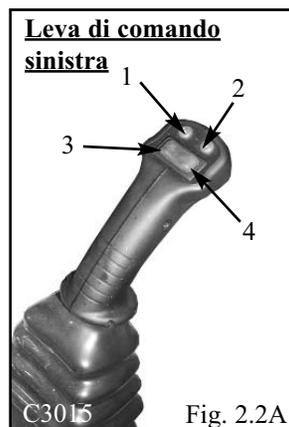

Fig. 2.2A
1. Interruttore opzione della doppia velocità (non disponibile su tutti i modelli): si tratta di un interruttore a due posizioni. Premerlo per attivare il funzionamento ad alta velocità. Premendo l'interruttore una seconda volta e rilasciandolo si tornerà al funzionamento a bassa velocità (fig. 2.2A).
2. Interruttore dell'avvisatore acustico (non disponibile su tutti i modelli): è un interruttore istantaneo. Premere e tenere premuto l'interruttore per azionare l'avvisatore acustico. L'avvisatore acustico tace quando si rilascia l'interruttore (fig. 2.2A).